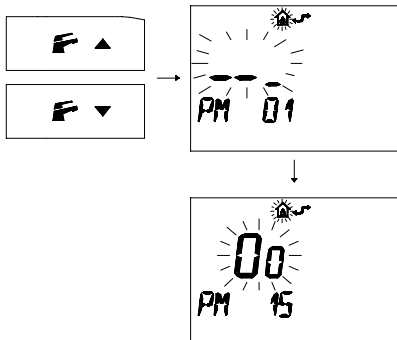

fig. 5.27
- 3 Premere i pulsanti o per visualizzare la programmazione **"PM 15"** abilitazione della sonda esterna (fig. 5.27)